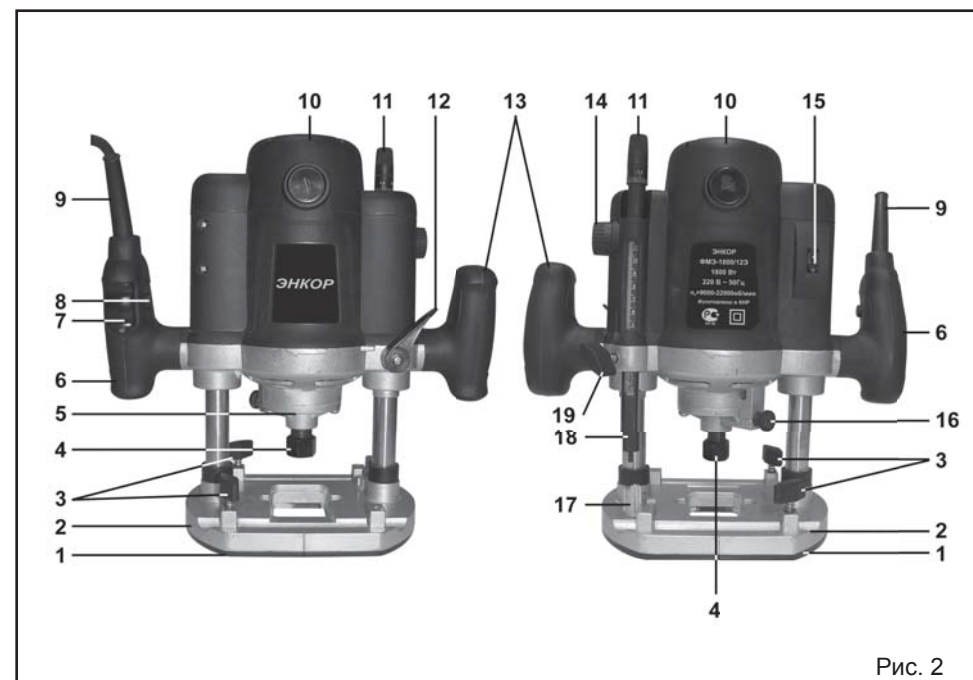

Рис. 2
6. УСТРОЙСТВО ФРЕЗЕРА (Рис.2.)